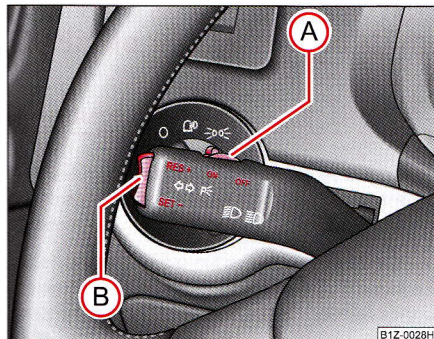

Fig. 135 Maneta:
- Apăsați comutatorul **A** ⇒ fig. 135 în poziția **ON**.
- Viteza memorată poate fi **mărită** fără acționarea pedalei de accelerație, apăsând tasta **B** ⇒ fig. 135 în poziția **RES**.
⇒ pagina 147, fig. 135 în poziția **RES**.
- Apăsați comutatorul (A) ⇒ pagina 147, fig. 135 spre dreapta în poziția **OFF**. ■